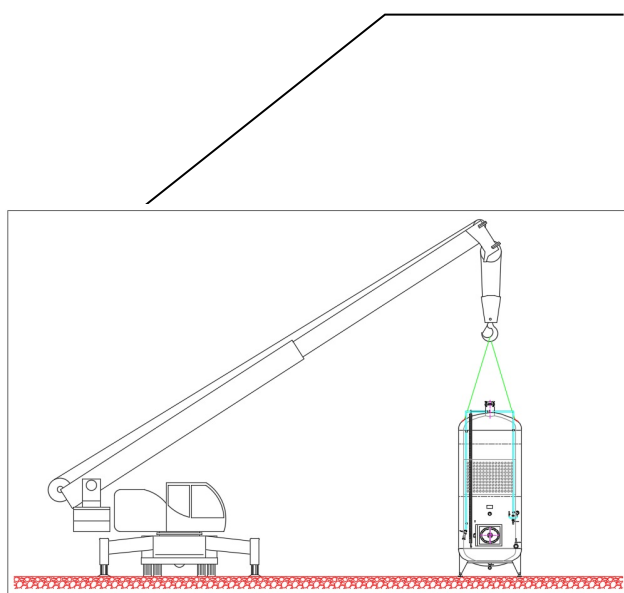

Figure 2 : Manipulation du réservoir.
- E. Pour le levage, utiliser des cordes ou des bandes spéciales suffisamment résistantes à la charge à supporter et en excellent état. Placez les cordes ou les sangles dans les anneaux de levage sur le dessus des réservoirs. Pour éviter les déséquilibres de charge, toujours les positionner symétriquement comme suit, en respectant l'angle de traction qui ne doit PAS être inférieur à 45° (Fig. 2) :